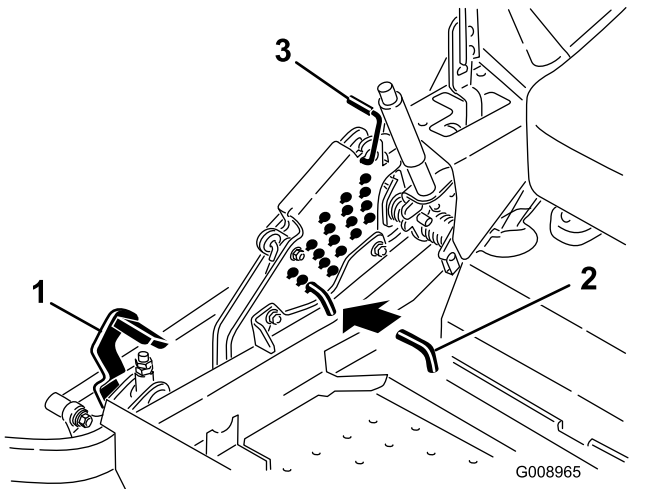

Bild 24
2. Treten Sie auf das Mähwerkhubpedal und heben Sie das Mähwerk in die Transportstellung an (auch die Schnitthöhe von 140 mm), wie in Bild 24 abgebildet.
3. Drehen Sie zum Einstellen den Stift um 90 Grad und nehmen ihn aus der Schnitthöhen-Halterung heraus (Bild 24).
4. Wählen Sie ein Loch in der Schnitthöhenhalterung, das der gewünschten Schnitthöhe entspricht, und stecken Sie den Stift ein (Bild 24).